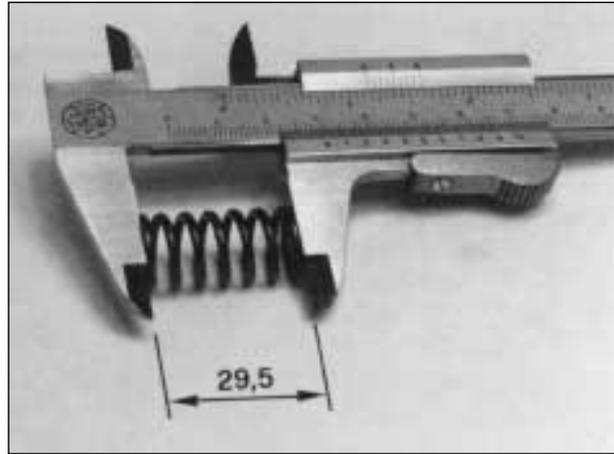

Fig. 34
- 6) CONTROLLARE che il gruppo frizione sia efficiente. Per fare ciò verificare la buona condizione dei dischi in ferro, che le tacche di traino sui dischi in sughero non siano eccessivamente deformate e che il loro rivestimento non presenti bruciature. Controllare le scanalature del tamburino frizione che non siano eccessivamente intaccate come pure le asole della campana frizione. Verificare anche che la lunghezza delle molle frizione non sia inferiore al valore minimo di mm 29,5 (Fig. 34) nel qual caso sostituirle.
- 6) CHECK that the clutch assy is efficient, to do so verify if the clutch plate are in good conditions, that the drawing notches on the friction plate are not excessively deformed and that their coating is not burnt. Check that the grooves on the clutch boss have not been too deeply marked; similarly check the slots on the clutch housing. Also check that the clutch springs are not shorter than the allowable minimum 29,5 mm (Fig. 34), if they are shorter replace them.